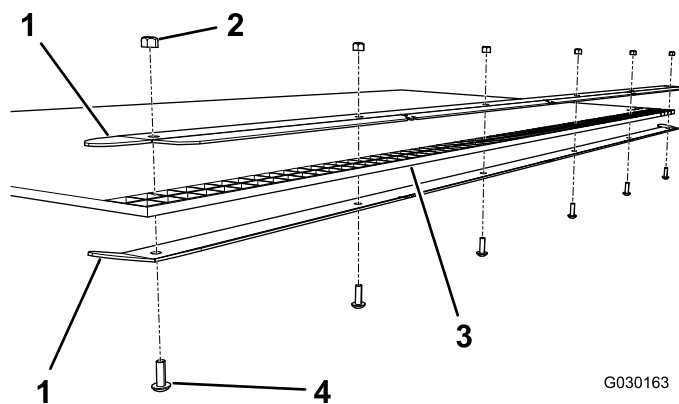

Figura 5
2. Prenda sem apertar os suportes do tapete na extremidade do tapete de arrastamento com seis parafusos (5/16 x 1 pol.) e seis porcas de bloqueio (5/16 pol.) como se mostra na Figura 5.